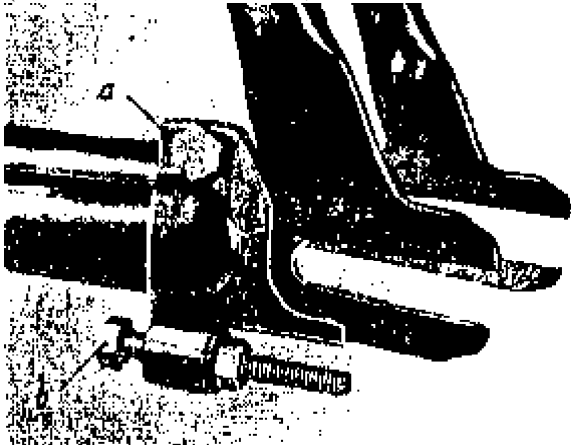

Bild 8
2.4 Kombinierte Motorarretierungs- und Kettenspannschelle anbringen. (Bild 8, Pos. a =Schelle; Pos. B=Stellschraube)